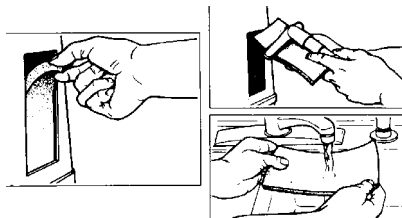

FIGURE 2 - NETTOYAGE DES FILTRES DE L'APPAREIL
1. Retirer chaque filtre et le **NETTOYER AU MOINS UNE FOIS PAR SEMAINE** selon les conditions environnementales (**FIGURE 2**).
2. Nettoyer les filtres à l'aspirateur ou à l'eau chaude savonneuse et les rincer soigneusement (**FIGURE 2**).